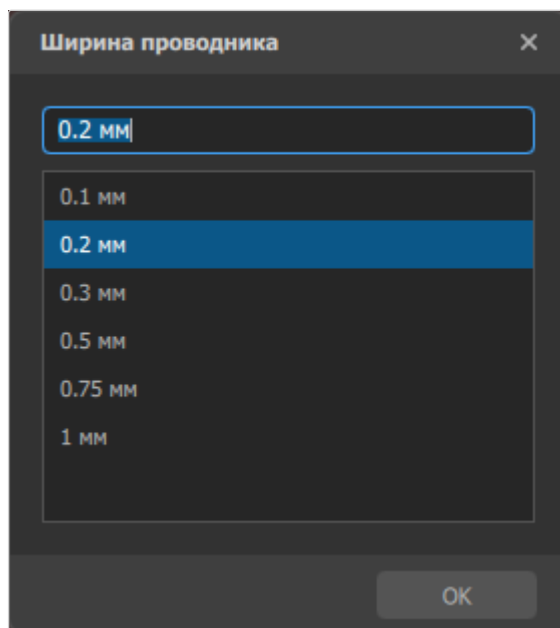

Рисунок 109. Выбор ширины сегмента
- Изменение ширины сегментов — сочетание клавиш **Shift** + **W**. Вызывает диалоговое окно «Ширина проводника» (см. рисунок 109), где можно выбрать одно из предустановленных значений или задать произвольное значение в миллиметрах.